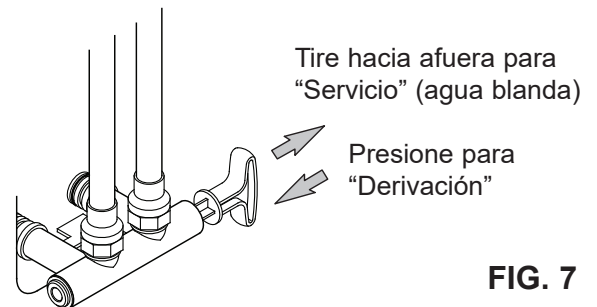

FIG. 7
3. Mueva las válvulas de derivación a la posición de “derivación” (Bypass) (vea las Fig. 7 y 8). En una válvula de una derivación, deslice el vástago hacia adentro a la posición de derivación. En una derivación de 3 válvulas, cierre las válvulas de entrada y salida, y abra la válvula de derivación.